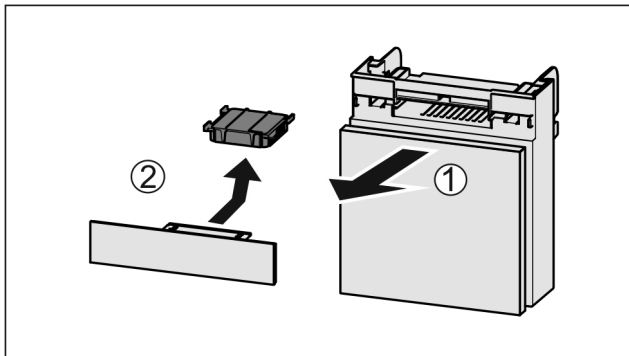

Fig. 127
- ▶ Estrarre il vano tirando in avanti Fig. 127 (1).
- ▶ Rimuovere il filtro a carboni attivi Fig. 127 (2).